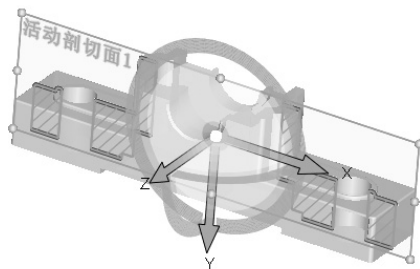

图 5.16.2 剖切面和三重轴
Step3. 定义剖切面。选取上视基准面为剖切面，此时在绘图区显示图 5.16.2 所示的剖切面及三重轴。